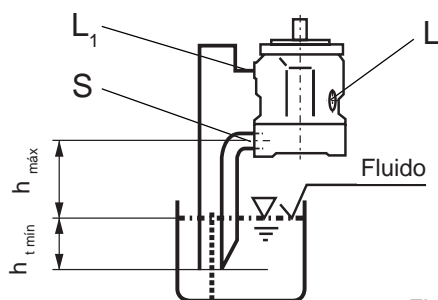

Fig. 2
b) cuando el nivel mínimo del fluido esté por debajo del de la brida: conexión "L₁", y eventualmente "S" con tuberías conforme fig. 2.
Antes de la instalación llenar la carcasa de la bomba en posición horizontal. Montaje sobre el tanque conforme fig. 2.